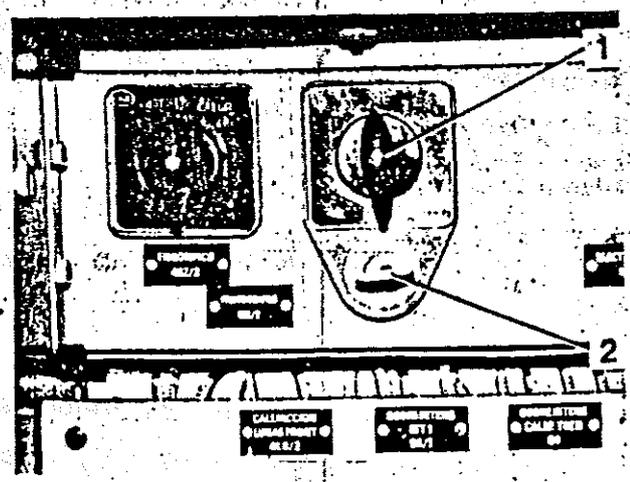

Figura 31 Conmutador-selector de pantógrafos en la pared trasera de la cabina AR 1, 2
- Colocar el conmutador-selector de pantógrafos (Figura 31/1) en posición DESC
- Desenclavar (Figura 31/2) y sacar la llave azul de seguridad